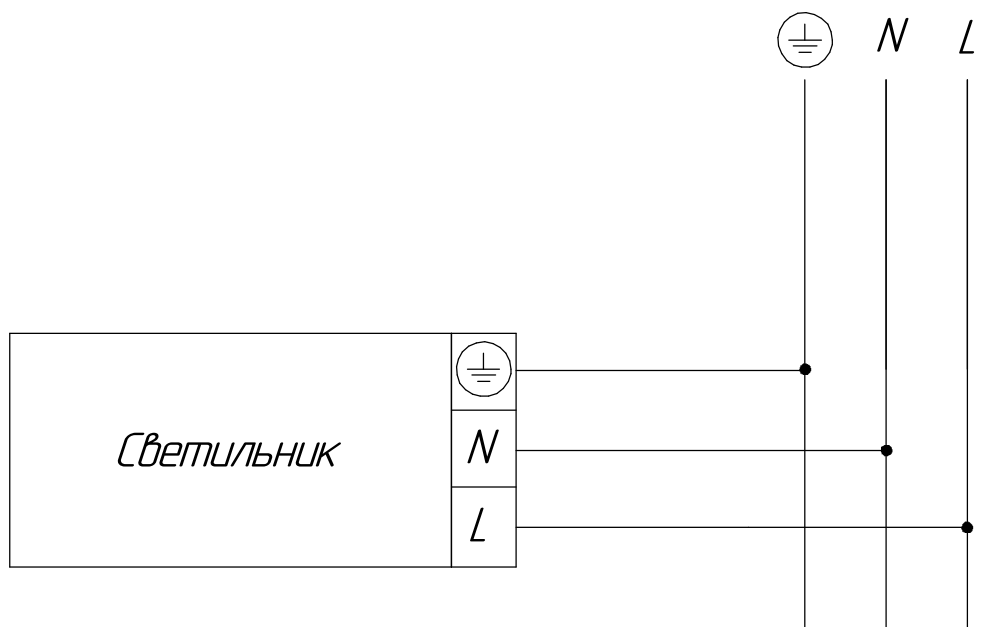

Рисунок 5 - Схема подключения светильника к сети
5.7\* Проденьте через заглушку кабель (в комплект поставки не входит) и подключите сетевые провода в клеммную колодку установленную в корпусе источника питания согласно электрической схеме (см. рисунок 5,6).